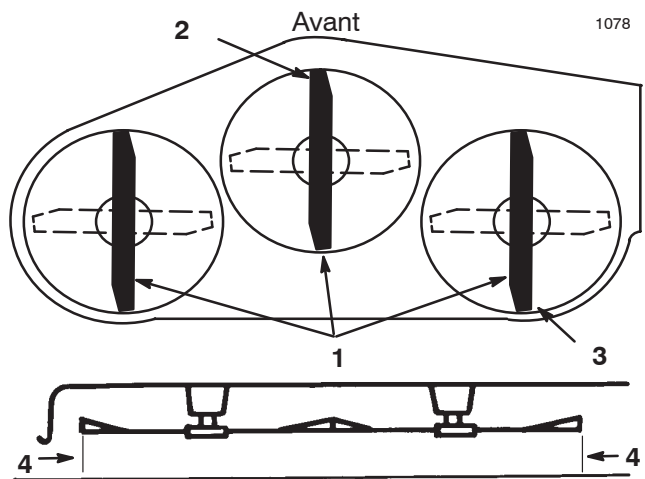

Figure 41
7. Réglez la hauteur de coupe à 76 mm (3 pouces) et tournez les lames avec précaution dans le sens longitudinal (Fig. 41).
8. Mesurez la distance entre la pointe de la lame avant (Fig. 41) et la pointe de la lame arrière par rapport à la surface plane. Si la pointe avant de la lame n'est pas de 1,6 à 7,9 mm (1/16 à 5/16 pouce) plus basse que la pointe arrière, réglez les tourillons avant.
- Lorsque les deux tourillons sont réglés de la même manière, fixez les chapes en place à l'aide des goupilles fendues. Vérifiez de nouveau l'inclinaison avant/arrière. Poursuivez le réglage des chapes jusqu'à ce que la pointe avant de lame soit de 1,6 à 7,9 mm (1/16 à 5/16 pouce) plus bas que la pointe arrière (Fig. 41).